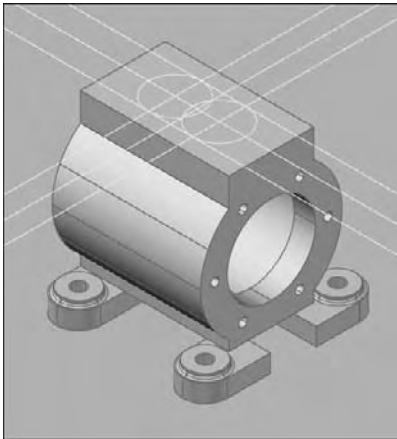

Fig.16.12
- 3 Tracez deux cercles centrés sur les droites horizontales (fig.16.12).